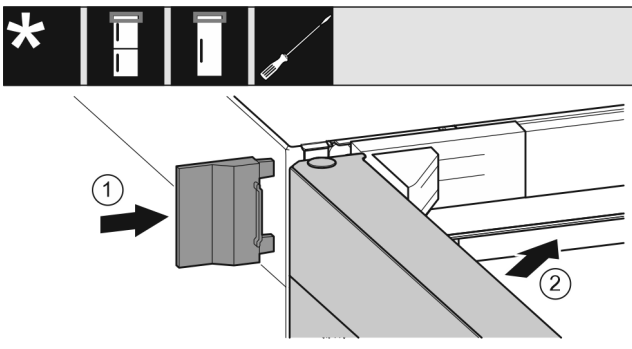

Fig. 26
- Nataknite vanjski poklopac Fig. 26 (1).
- Zatvorite gornja vrata Fig. 26 (2).